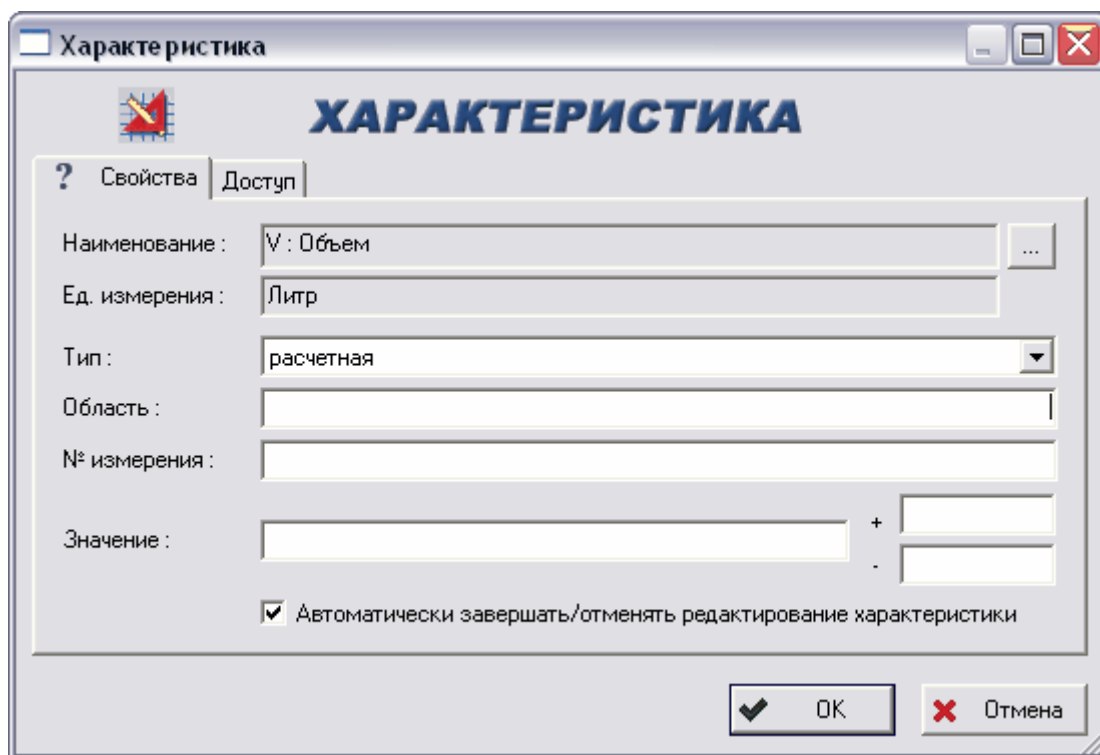

Рис. 150
1. В контекстном меню объекта, для которого хотите добавить характеристику, выберите пункт **Создать** → **Присоединить характеристику**. После этого появится окно **Характеристика** (Рис. 150).